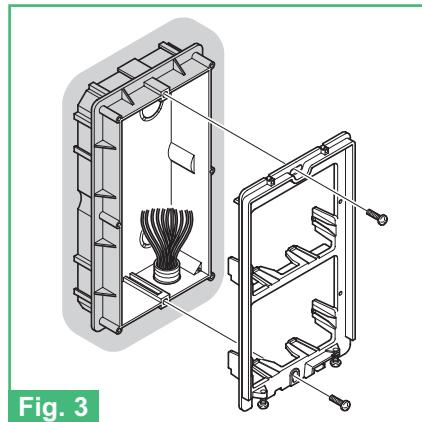

Fig. 3
- Fig. 3** Fissaggio del telaio su scatola da incasso
- Fig. 3** Fixing the frame onto the flush-mounting box
- Fig. 3** Fixation du petit câble sur le boîtier à encastrer
- Fig. 3** Bevestiging van het frame op de inbouwdoos